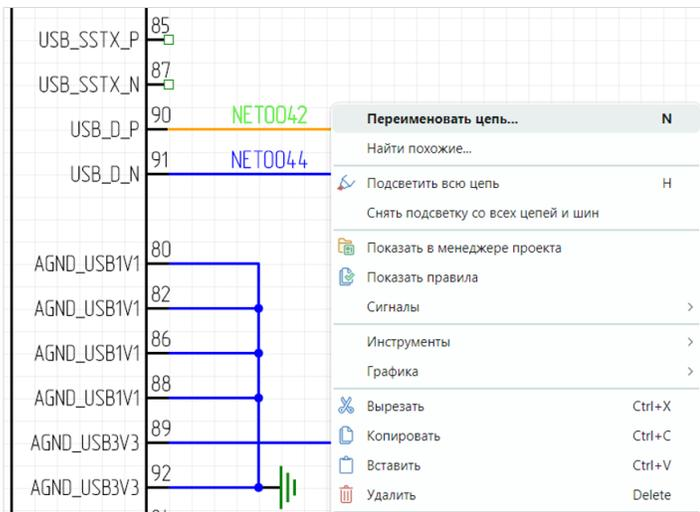

Рис. 134 Вызов инструмента «Переименовать цепь»
2. Выберите инструмент «Переименовать цепь» или воспользуйтесь горячей клавишей, по умолчанию для данного действия задана клавиша «N», см. Рис. 134.